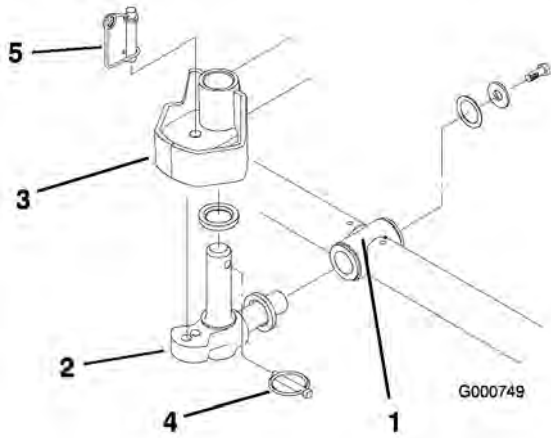

Bild 5
6. Setzen Sie eine Druckscheibe auf die horizontale Welle des Kreuzgelenks, wie in Bild 5 dargestellt.
7. Setzen Sie die horizontale Welle des Kreuzgelenks in das Befestigungsrohr des Trägerrahmens (Bild 5).
8. Befestigen Sie das Kreuzgelenk mit einer Druckscheibe, einer flachen Scheibe und einer Bundkopfschraube am Trägerrahmen (Bild 5).
9. Setzen Sie eine Druckscheibe auf die vertikale Welle des Kreuzgelenks (Bild 5).
10. Falls abgenommen, setzen Sie die vertikale Welle des Kreuzgelenks auf die Hubarmdrehnabe (Bild 5). Führen Sie das Kreuzgelenk zwischen den beiden Zentrierpuffern aus Gummi in die Unterseite der Lenkplatte des Hubarms ein.
11. Setzen Sie den Klapstecker in das Kreuzloch an der Kreuzgelenkwelle (Bild 5).
Hinweis: Wenn Sie eine fixierte Mähwerkstellung wünschen, setzen Sie den Lenksperrstift auf das Befestigungsloch des Kreuzgelenks (Bild 5).
14. Haken Sie den Federdraht unten um den Lenksperrstift (Bild 5).